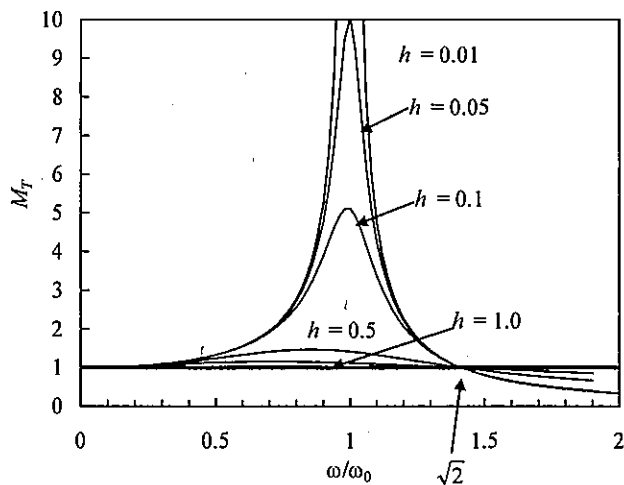

図4 絶対変位応答倍率
ここで、 $h$ 、 $\omega_0$  はそれぞれ構造物の減衰定数、固有円振動数、 $\omega$ は支点変位の円振動数である。また、式(2)で表される絶対変位応答倍率  $M_T$  を振動数比 $\omega/\omega_0$ との関係で示したものが図4である。
where  $h$  and  $\omega_0$  are damping ratio and circular natural frequency of the structure, respectively,  $\omega$  is circular frequency of the support displacement. An amplification factor of the absolute displacement ( $M_T$ ) given by Eq. (2) is given as a function of the frequency ratio ( $\omega/\omega_0$ ) as shown in Fig. 4.